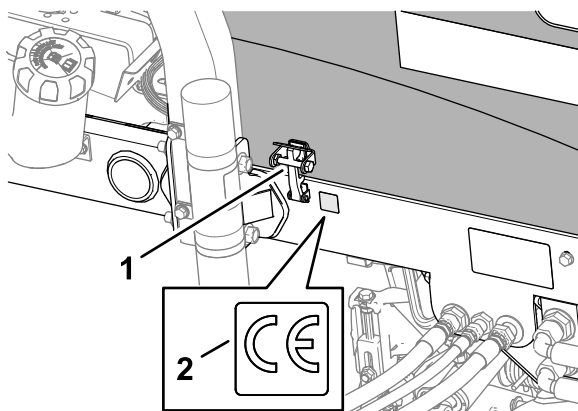

Figura 22
3. Limpie el bastidor izquierdo cerca del cierre del capó con alcohol, y deje que el bastidor se seque (Figura 22).
1. Cierre del capó (CE)
4. Retire el papel protector y aplique la pegatina CE (Pieza N° 133-8095) al bastidor, como se muestra en la Figura 22.